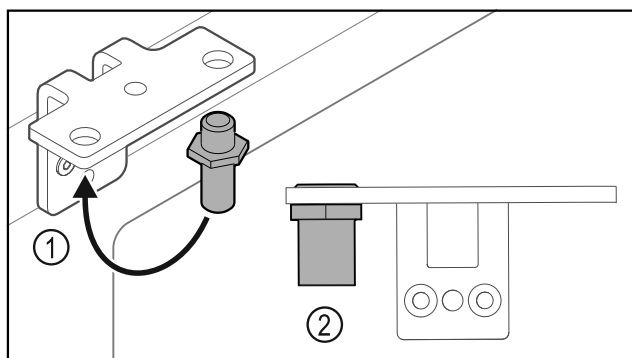

Fig. 38
- ▶ Flyt bolten Fig. 38 (1) i hængselvinklen.
- ▶ Spænd bolten Fig. 38 (2) med et **drejemoment på 12 Nm**.